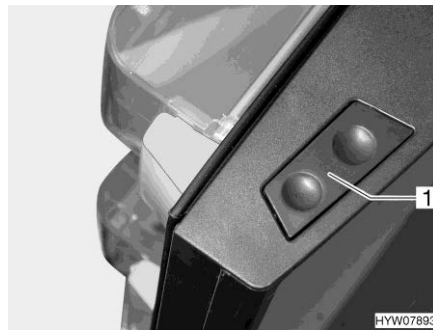

Bild 187 Entriegelungstaste (Kühlschrantür, Dometic 8er-Reihe)
- Öffnen:** ■ Die Entriegelungstaste (Bild 187,1) drücken und die Kühlschrantür öffnen.